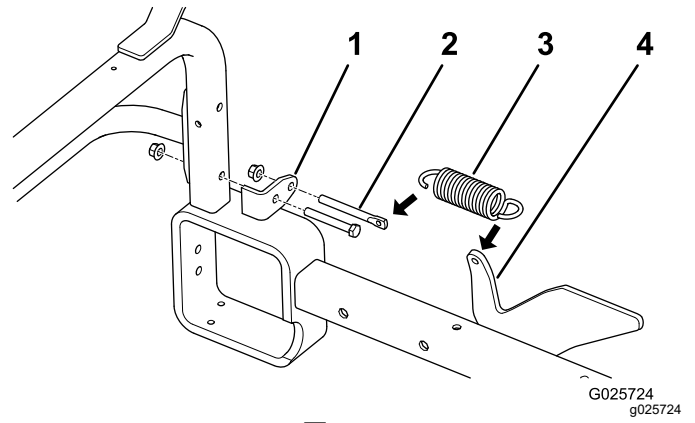

图 26
2. 拆下将每个挂钩管安装支架固定到垂直机架管的下螺母和螺栓图 26。
**注意** 如图 26 所示调整弹簧支架的位置。